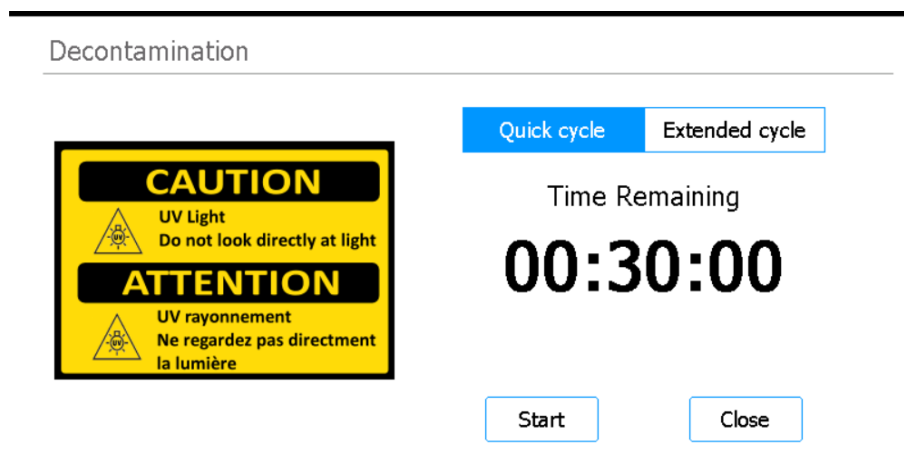

Figura 5 Schermata Decontamination con Quick cycle (il ciclo rapido) selezionato
- 3 Nella parte superiore della schermata, selezionare **Quick cycle**, come mostrato nella **Figura 5**.